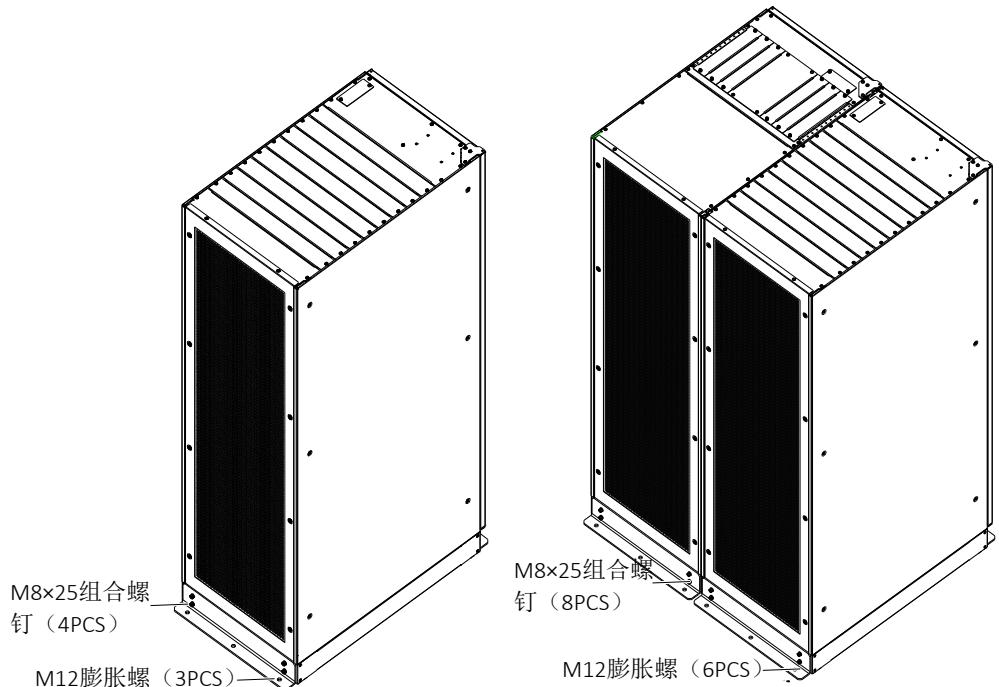

图 8-1 地震选件安装示意图 (背面安装)
- 用 M8×25 组合螺钉将地震选件安装在机柜背面底部的相应安装孔中，然后用 M12 膨胀螺栓将地震选件固定在地板上，如图 8-1 所示。